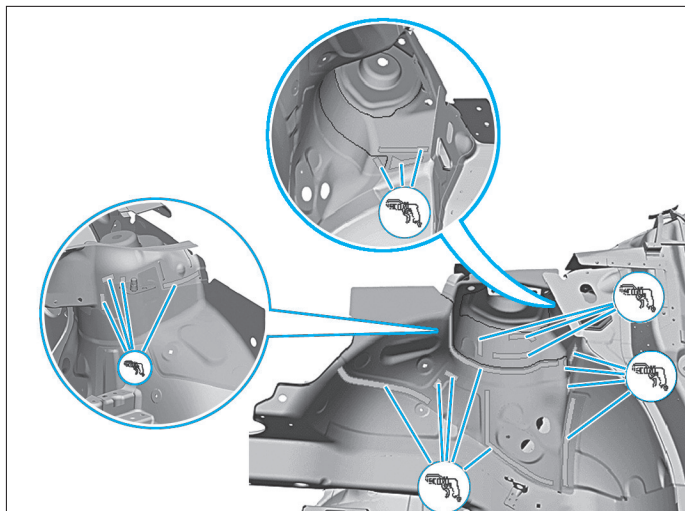

FIG. 30
• Dépointer le côté du passage de roue, l'accostage avec la tôle de recouvrement et le caisson d'eau (Fig.30).